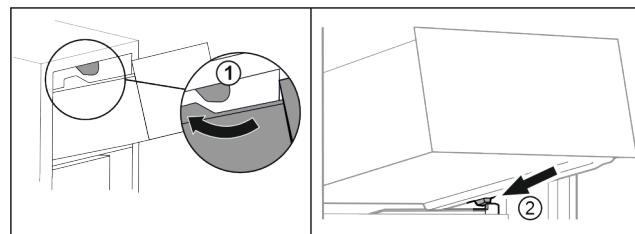

Fig. 14
- Обвести висувний ящик навколо верхнього стопора. *Fig. 14 (1)*
- Встановити висувний ящик за нижніми стопорами на ребро для резервуару навскоси. *Fig. 14 (2)*